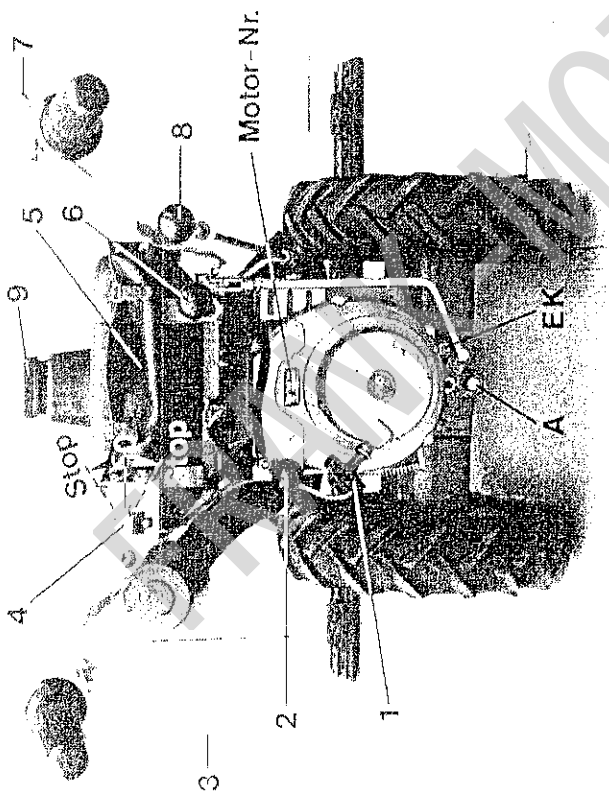

Abb. 1
**Achtung!** Bei Arbeiten am Mähwerk muß der Motor abgestellt, der Schnellstop-Schalter (4 Abb. 1) in Abstellposition und der Mähantrieb ausgeschaltet sein.